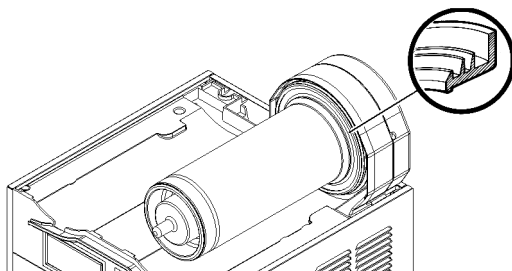

figura 12
- 4 Volver a montar en su alojamiento la junta del contenedor. NOTA: El borde de mayor diámetro debe ser apoyado en la pared posterior (ver figura 12).